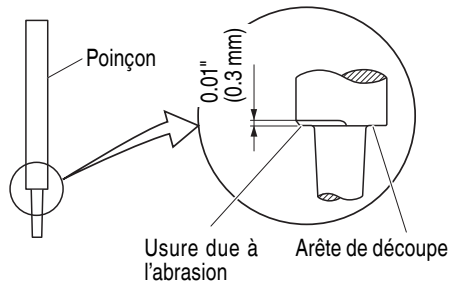

Fig. 10
Lorsque l'appareil est utilisé conformément au tableau de durée d'utilisation mentionné ci-dessus, les abrasions de la perceuse correspondront à celles montrées sur l'illustration agrandie de la pointe usée de la perceuse (Fig. 10). La perceuse et la matrice devront être remplacées à ce moment-là.
2. Remplacement de la perforatrice et du moule (voir Fig. 10)